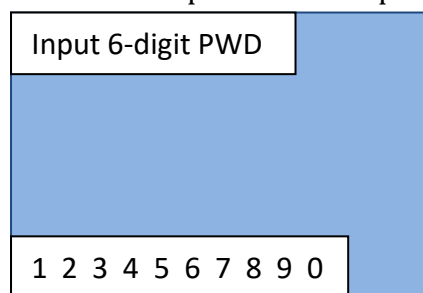

Figure 20 - Page de sélection du mot de passe
- 3) Affichage de la page indiquée à la Figure 20 ; utiliser les touches Avant, Retour et Confirmer/Entrée pour écrire le mot de passe. Mot de passe : 123456